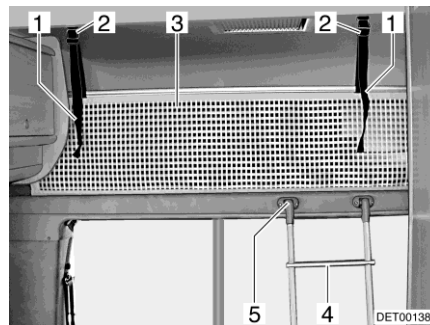

Fig. 83 Lit de capucine
Toujours monter sur le lit de capucine avec l'échelle de montée (Fig. 83,4) de série.
- Accrocher l'échelle par les longerons sur le bandeau du lit de capucine (Fig. 83,5) installé au bord du lit.
Le filet de sécurité (Fig. 83,3) de série est rangé entre le matelas et le sommier à lattes. Ne tendre le filet de sécurité qu'une fois que les personnes se trouvent dans la capucine.
- Faire s'enclencher les sangles de retenue (Fig. 83,1) dans les fixations (Fig. 83,2) au plafond.